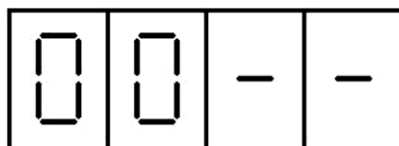

Рис. 9
Налаживание сводится к установке тока через светодиодный модуль подборкой резистора R3 и порога выключения преобразователя подстроечным резистором R2. Внешний вид включённой лампы показан на **рис. 9**.
7. Нажатие на кнопку SB2 "Выбор" выводит на индикаторы цифры и про черки (рис. 9) для установки значения часов, которое изменяют нажатием на кнопку SB3 "Установка" по кольцу от 0 до 23.